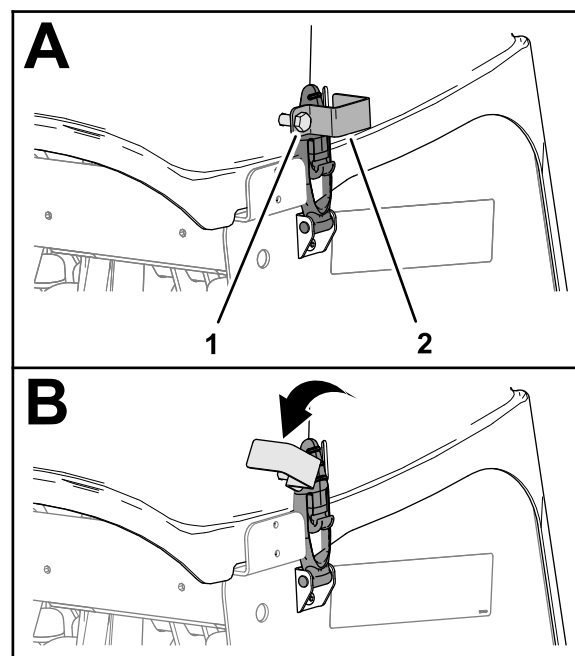

Figura 149
1. Se la macchina presenta dispositivi di chiusura CE, allentate il bullone della piastra di bloccaggio fino a quando la piastra di bloccaggio non libera la fessura sul lato della copertura della testa di carotaggio (Figura 149).
2. Ruotate la piastra di bloccaggio per liberare la fessura (Figura 149).